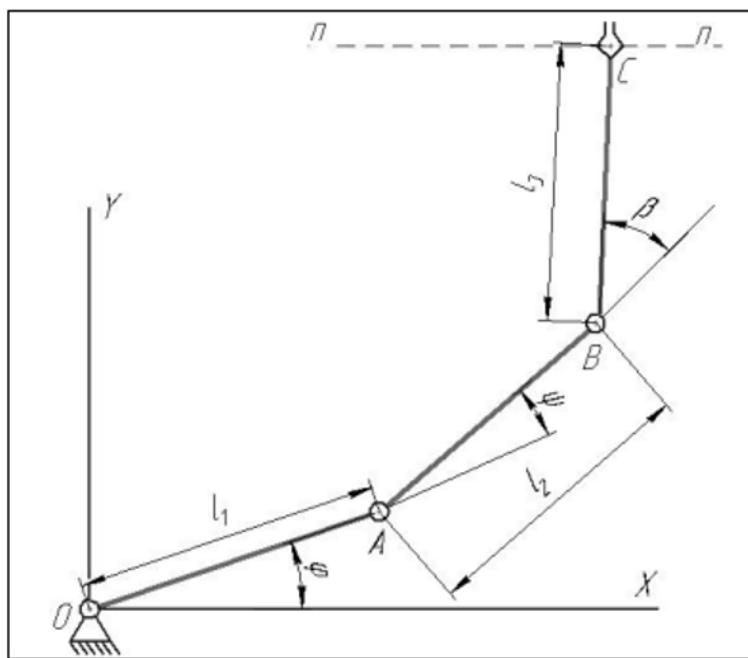

Рисунок 2 – Звенья манипулятора
5) Звенья 1-3 манипулятора перемещаются в плоскости рисунка (рисунок 2). Схват жестко связан с звеном 3, положение схвата задается координатами точки С. Обобщенными координатами являются углы поворота звеньев  $\phi$ ,  $\Phi$ ,  $\beta$ . Запишите уравнения, определяющие координаты схвата (т. С) согласно варианта №1 (таблица 1).
6) Звенья 1-3 манипулятора перемещаются в плоскости рисунка (рисунок 2). Схват жестко связан с звеном 3, положение схвата задается координатами точки С. Обобщенными координатами являются углы поворота звеньев  $\phi$ ,  $\Phi$ ,  $\beta$ . Исходя из параметров рабочей области, задать уравнение движения схвата (например, в виде  $y = a$  (горизонтальная прямая),  $x = b$  (вертикальная прямая), где  $a$ ,  $b$  - константы) согласно варианта №1 (таблица 1).
7) Звенья 1-3 манипулятора перемещаются в плоскости рисунка (рисунок 2). Схват жестко связан с звеном 3, положение схвата задается координатами точки С. Обобщенными координатами являются углы поворота звеньев  $\phi$ ,  $\Phi$ ,  $\beta$ . Запишите уравнения, определяющие координаты схвата (т. С) согласно варианта №2 (таблица 1).
8) Звенья 1-3 манипулятора перемещаются в плоскости рисунка (рисунок 2). Схват жестко связан с звеном 3, положение схвата задается координатами точки С. Обобщенными координатами являются углы поворота звеньев  $\phi$ ,  $\Phi$ ,  $\beta$ . Исходя из параметров рабочей области, задать уравнение движения схвата (например, в виде  $y = a$  (горизонтальная прямая),  $x = b$  (вертикальная прямая), где  $a$ ,  $b$  - константы) согласно варианта №2 (таблица 1).
9) Звенья 1-3 манипулятора перемещаются в плоскости рисунка (рисунок 2). Схват жестко связан с звеном 3, положение схвата задается координатами точки С. Обобщенными координатами являются углы поворота звеньев  $\phi$ ,  $\Phi$ ,  $\beta$ . Запишите уравнения, определяющие координаты схвата (т. С) согласно варианта №3 (таблица 1).
10) Звенья 1-3 манипулятора перемещаются в плоскости рисунка (рисунок 2). Схват жестко связан с звеном 3, положение схвата задается